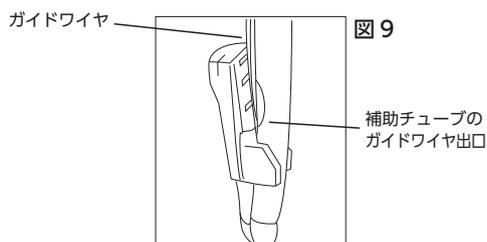

図9
5. 補助チューブのガイドワイヤ出口からガイドワイヤが出てくるところを確認する。(図9)